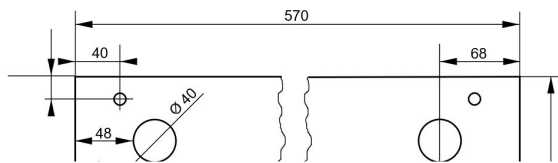

Abbildung 5: Fundamentplatte - Draufsicht
4. Positionieren und fixieren Sie die Leerrohre an der korrekten Stelle. Die Abstände der Leerrohre entnehmen Sie der Abbildung 5: Fundamentplatte - Draufsicht.